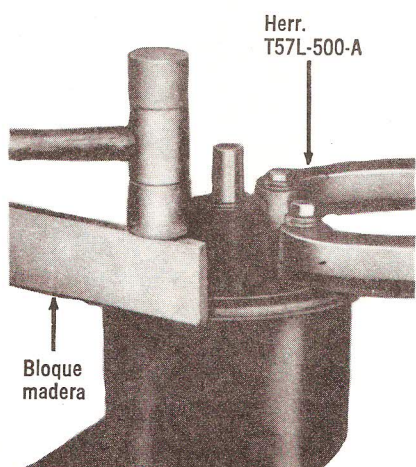

Fig. 25 — Desmontando el Depósito de la Bomba. Típico
3. Invierta la bomba y quite el depósito dando unos golpecitos alrededor de la brida con un bloque de madera (Fig. 25).